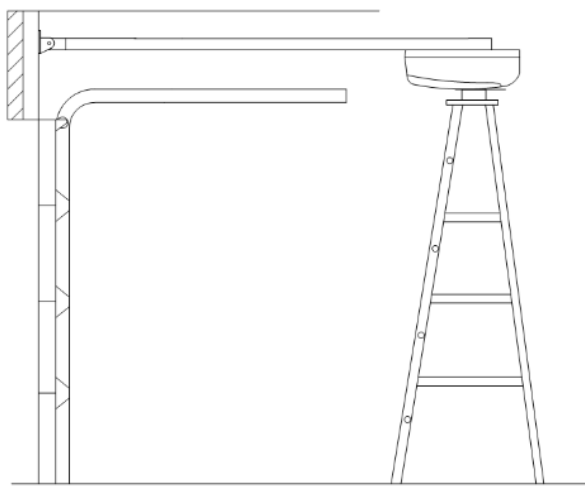

Рис. 3.
9. Підніміть задню частину рейки до рівня з кронштейном. Додатково рейка бути паралельною до підлоги (Рис. 3). Якщо автоматика монтується безпосередньо до стелі, то просимо перейти до пункту 13.